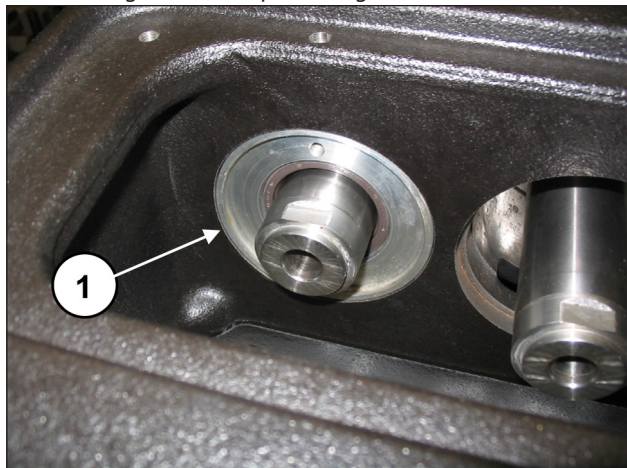
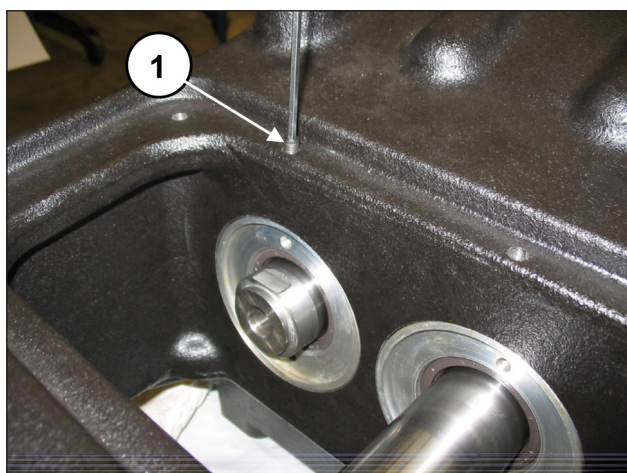

Fig. 97
Fig. 98
Assicurarsi che il coperchio entri completamente in sede (pos. ①, Fig. 97) facendo attenzione a non danneggiare il labbro dell'anello di tenuta radiale. Avvitare i coperchi paraolio mediante 2 grani M6x30 (pos. ①, Fig. 98).